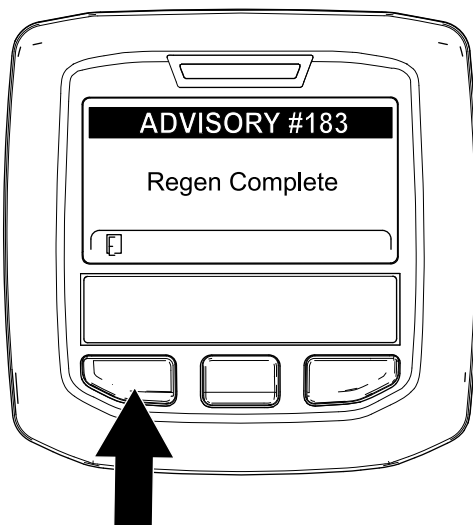

Bild 56
9. Wenn der Motorcomputer eine geparkte Regenerierung oder eine Wiederherstellung-Regenerierung abschließt, wird im InfoCenter ADVISORY #183 (Bild 56) angezeigt. Drücken Sie die linke Taste, um den Homebildschirm anzuzeigen.
Hinweis: Wenn die Regenerierung nicht abgeschlossen wird, wird im InfoCenter „Advisory #184“ (Bild 56) angezeigt. Drücken Sie die linke Taste, um den Homebildschirm anzuzeigen.